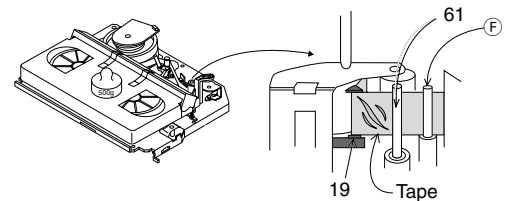

Fig. 29
- A l'aide de la vis de réglage de l'angle d'inclinaison (Pos. 220, Fig. 30) bien ajuster le bord de la bande sur le guide de bande (F Fig. 29) (la bande ne doit pas s'enrouler sur son bord inférieur).